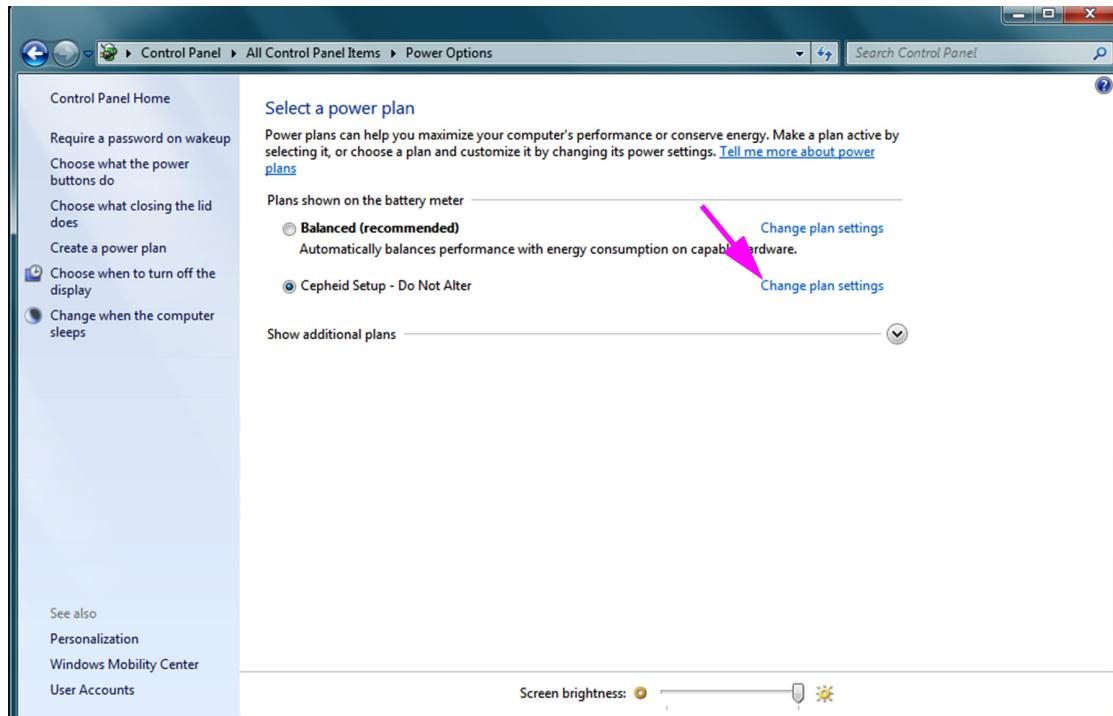
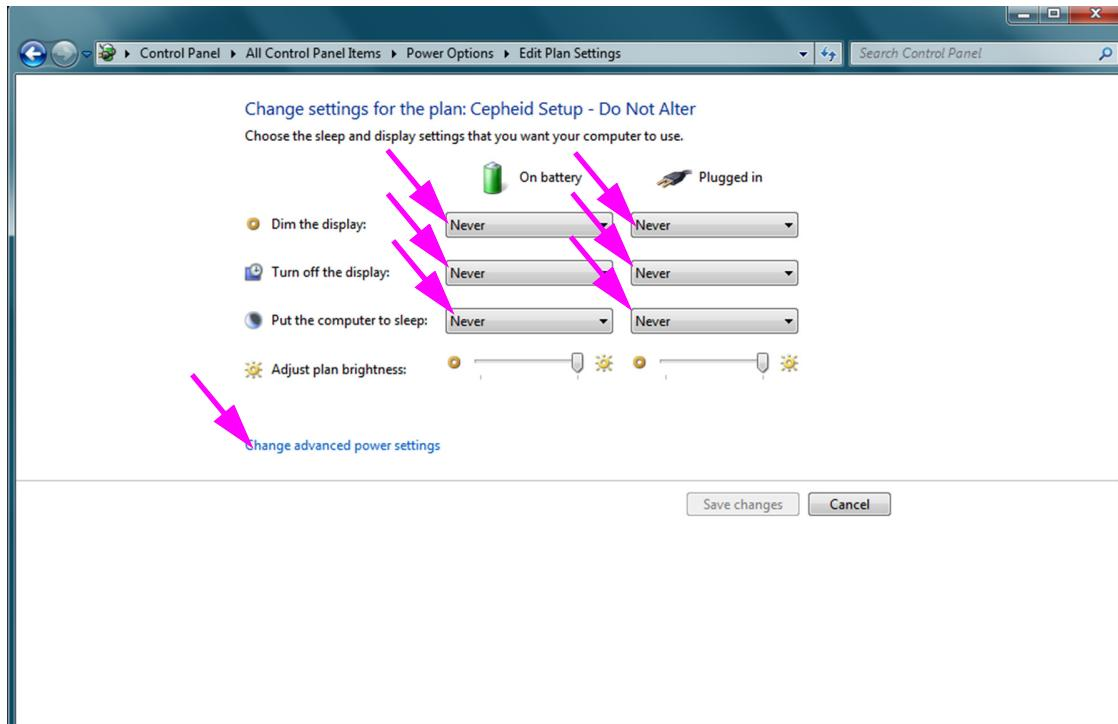
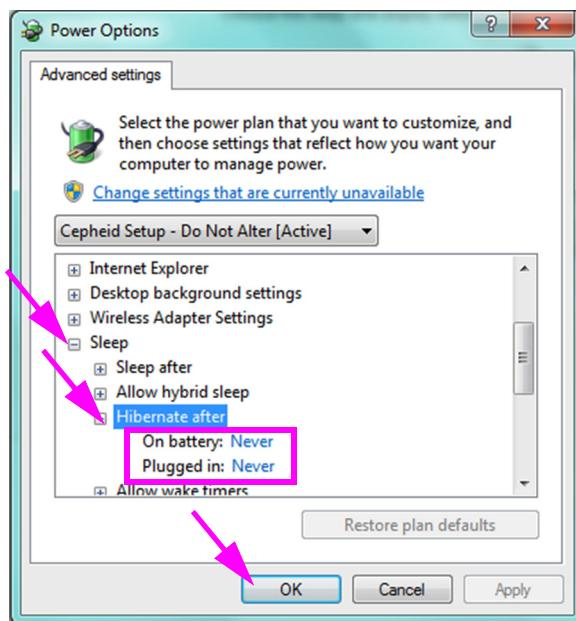
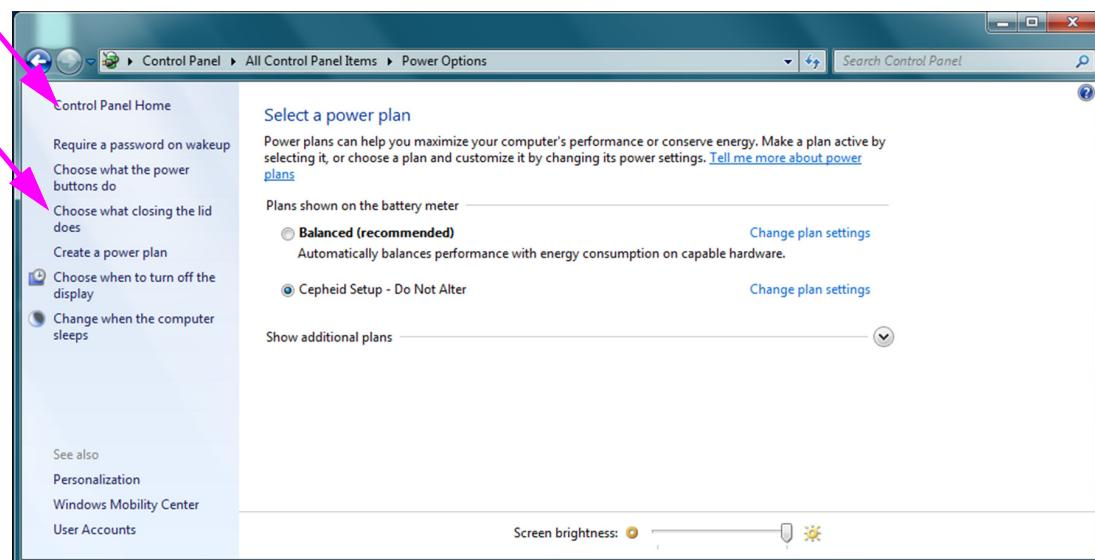

Figura 2-19. Janela Power Options (Opções de Energia)
Figura 2-20. Janela Edit Plan Settings (Editar Definições do Plano)
Figura 2-21. Janela Power Options - Advanced Settings (Opções de Energia - Definições avançadas)
Figura 2-22. Janela Power Options (Opções de Energia)
3. Na secção “**Cepheid Setup - Do Not Alter (Configuração da Cepheid – Não alterar)**” clique em **Change plan settings (Alterar as definições de plano)**. Consulte a figura 2-19. É apresentada a janela Edit Plan Settings (Editar Definições do Plano). Consulte a figura 2-20.
4. Certifique-se de que as opções **Dim the Display (Atenuar o ecrã)**, **Turn off the display (Desligar o ecrã)** e **Put the computer to sleep (Colocar o computador em hibernação)** estão definidas para **Never (Nunca)** tanto no modo **On battery (Ligado à bateria)** como no modo **Plugged in (Ligado à corrente)**. Consulte a figura 2-20.
5. Clique em **Change advanced power settings (Alterar definições avançadas de energia)** (consulte a figura 2-20). Aparece a janela Advanced Settings (Definições avançadas) das Power Options (Opções de energia). Consulte a figura 2-21.
6. Na janela Advanced settings (Definições avançadas) das Power Options (Opções de energia), faça duplo clique em **Sleep (Suspender)** para expandir a vista e depois faça duplo-clique em **Hibernate after (Hibernar após)**. Consulte a figura 2-21.
- A. **Computadores de secretaria:** Certifique-se de que o valor das **Settings (Definições)** é definido para zero (0) ou **Never (Nunca)**. Se ainda não estiver, altere o valor da **Settings (Definições)** para zero (0) ou **Never (Nunca)**.
- B. **Apenas portáteis:** Verifique se os valores **On battery (Ligado à bateria)** e **Plugged in (Ligado à corrente)** estão definidos para **Never (Nunca)**. Se não estiverem, clique em **On battery (Ligado à bateria)** e/ou em **Plugged in (Ligado à corrente)**, e utilize as teclas de seta para cima/baixo para definir os valores para zero (0) na opção seleccionável.
8. Clique em **Cancel (Cancelar)** para fechar a janela Edit Plan Settings (Editar Definições do Plano). Aparece a janela Power Options (Opções de energia) (consulte a figura 2-22).
10. **Apenas portáteis:** Clique em **Cancel (Cancelar)** para fechar a janela Edit Plan Settings (Editar Definições do Plano). É apresentada a janela Power Options (Opções de Energia) (consulte a figura 2-19).